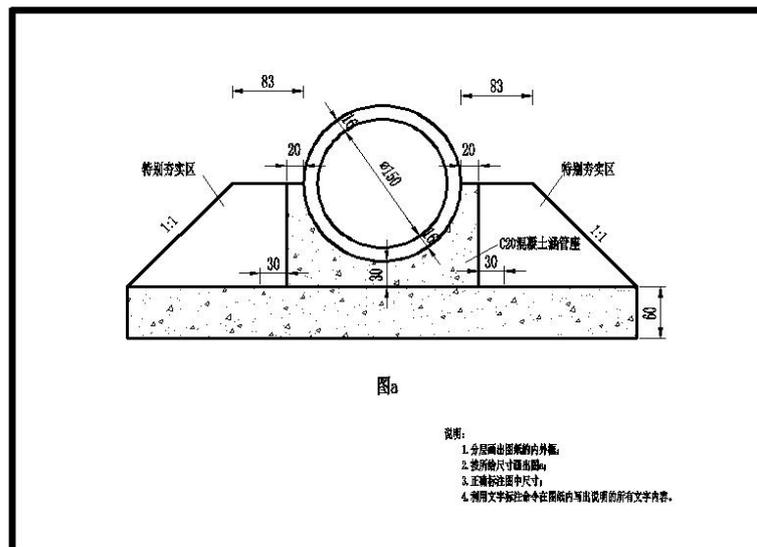

图 1 CAD 绘钢筋混凝土圆管涵横断面图
要求考生在 60 分钟时间内，利用 Autocad2007 简体中文版绘制钢筋混凝土圆管涵横断面图，样图见图 1。
2. 绘制图 (见图 1)